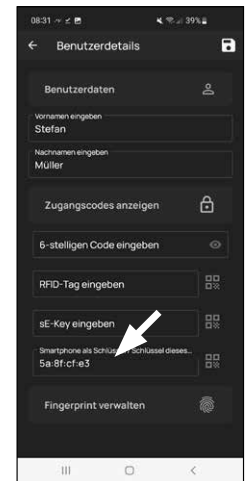

Abb. 9
- Dem Benutzerprofil des Administrators wurde automatisch die Schlossöffnung per Smartphone hinterlegt (Abb. 9). Bei weiteren Benutzern können Sie in diesem Feld ein anderes Smartphone als elektronischen Schlüssel hinterlegen. Eine Anleitung hierfür erhalten Sie in der Hauptanleitung auf unserer Webseite (siehe Link auf der Titelseite).